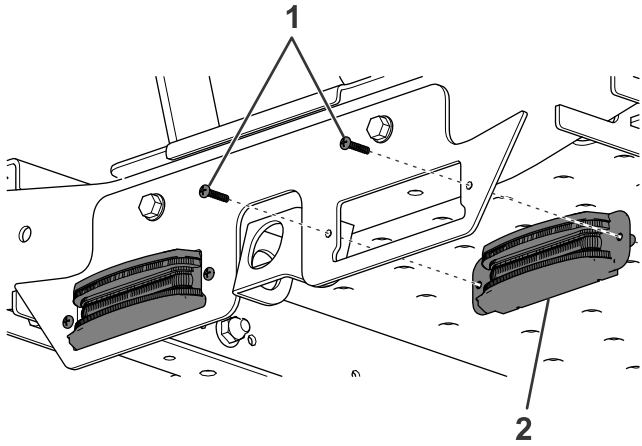

**Figura 3**
1. Sujete la placa de montaje a la parte delantera del bastidor con 2 pernos con arandela prensada (5/16"), como se muestra en la Figura 3.